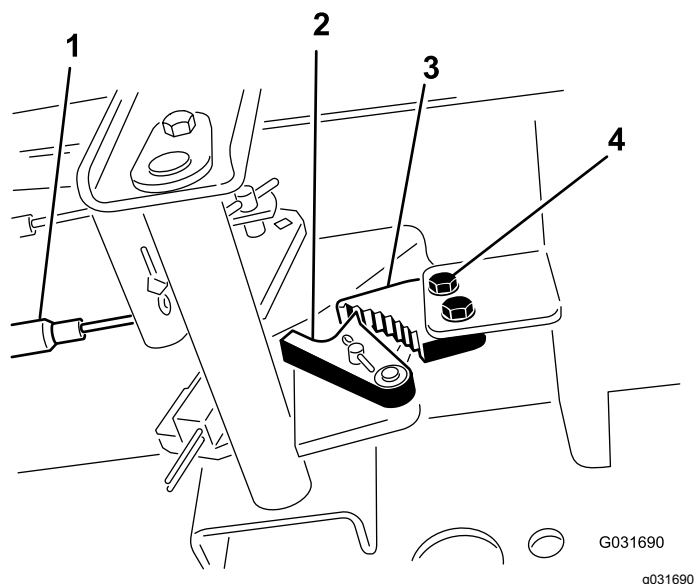

図 84
1. 駐車ブレーキのツメをフレームに固定しているねじ2本をゆるめる 図 84。
2. ブレーキのツメが戻り止めに完全に掛かるまで駐車ブレーキペダルを前に踏み込む(図 84)。